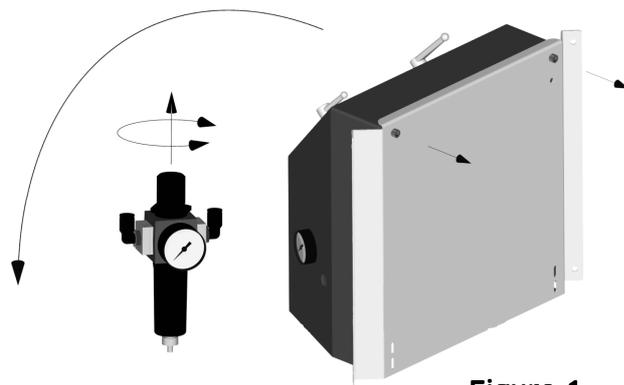

Figure 1
- Dévisser les deux vis à six pans creux sur la paroi arrière du boîtier et ouvrir le boîtier en le rabattant (voir Fig.1).
- Tirer le bouton du régulateur de pression vers le haut, et régler la pression de service maximale de 6,5 bars par une rotation du bouton (voir Fig.1).